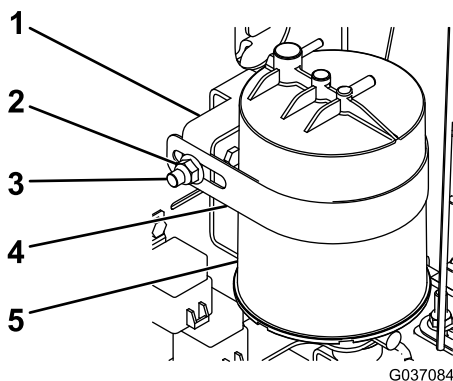

Figure 5
4. Fixez le filtre à charbon actif sur le support à l'aide de la bride du filtre, de 2 boulons de carrosserie et 2 écrous à embase (3/8"), comme montré à la Figure 5.